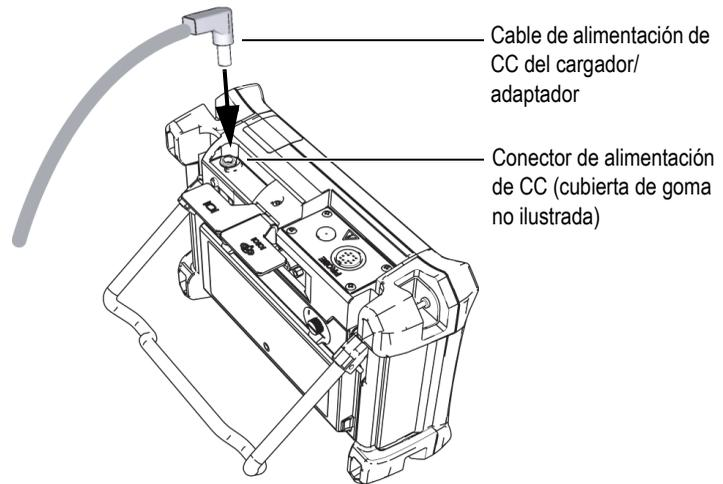

Figura 1-9 Conexión del cable de alimentación de CC
3. Después, conecte el cable alimentación de CC del cargador/adaptador en el conector de alimentación de CC. Este se encuentra en la parte superior del equipo NORTEC 600. Vea la Figura 1-9 en la página 37.